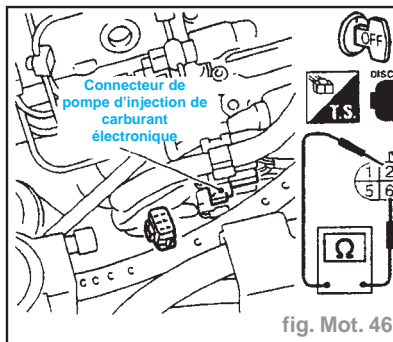

fig. Mot. 46
- Vérifier la résistance entre les bornes (2) et (6) (fig. Mot. 46) :